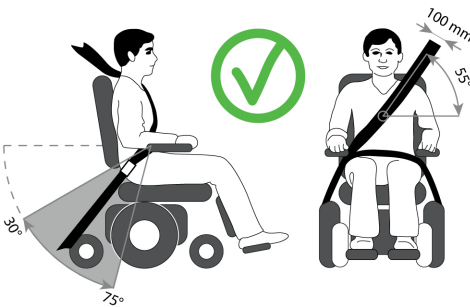

Abb. 7.3
- Der Schultergurt muss wie gezeigt über die Schulter und quer über die Brust passen, (Abb. 7.3). Sicherheitsgurte müssen so fest wie möglich sitzen ohne den Benutzerkomfort zu beeinträchtigen.
- Ein steilerer (größerer) Winkel innerhalb des bevorzugten Bereichs ist wünschenswert, d.h., näher an 75°, aber keinesfalls darüber (Abb. 7.3).